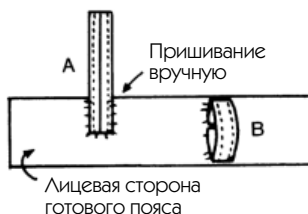

Рис. 346
### ИНДИВИДУАЛЬНЫЙ СПОСОБ НА ЗАКОНЧЕННОМ ПОЯСЕ (РИС. 346)
2. На лицевой стороне пояса прочно прикрепите шлевку вручную сначала сверху (в точке А, рис. 346).
3. Подогните ее края вплотную друг к другу и закрепите таким же образом другой конец шлевки (в точке В, рис. 346).